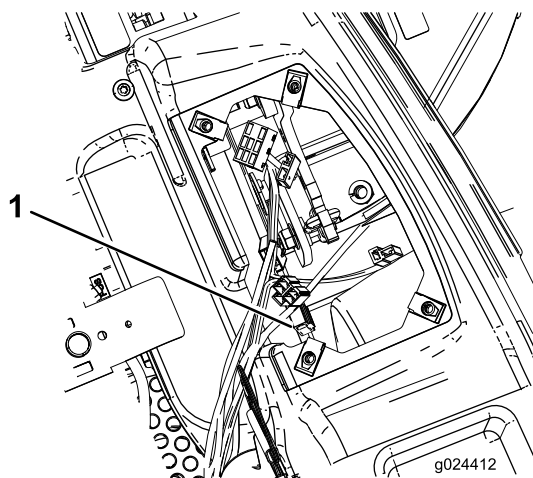

Figura 55
3. Agarre no fusível do motor e retire-o a direito do bloco de fusíveis (Figura 55).